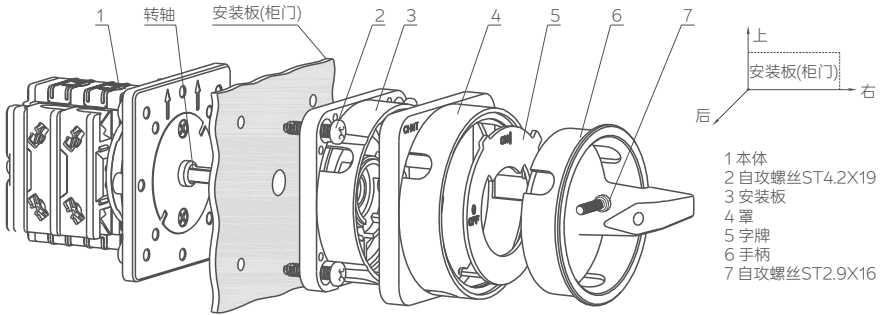

图 5 “G” 型手柄开关安装示意图
7.2.2NKZ1 “G” 型手柄开关安装方法 (见图 5)
→序 2 自攻螺丝连接本体、柜门以及安装板，安装顺序如图 5 所示（紧固前确认本体上“↑”标识朝上，安装板内“↑”标识朝上）→装字牌（“ON”标识朝上）→装罩（“CHNT”标识朝上）→装手柄（螺钉头朝罩的通槽位置）